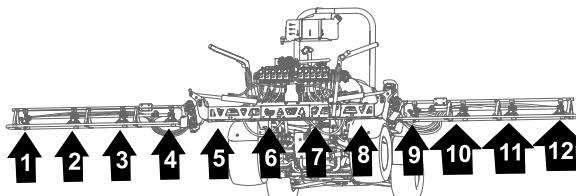

Figure 129
- Faites passer les flexibles des buses de pulvérisation 1, 2, 3 et 4 dans le collier en R sur l'extrémité extérieure gauche de la section de pulvérisation centrale (Figure 129 et Figure 130).
- Faites passer les flexibles des buses de pulvérisation 7, 8, 9 et 10 dans le collier en R sur l'extrémité extérieure droite de la section de pulvérisation centrale (Figure 129 et Figure 130).
de la section de pulvérisation vers les buses de pulvérisation 1 et 10, comme montré à la Figure 129 et la Figure 130.
4. Acheminez les flexibles d'alimentation de 234 cm et les anneaux cannelés (3/4") le long de la section de pulvérisation vers les buses de pulvérisation 2 et 9, comme montré à la Figure 129 et la Figure 130.
5. Acheminez les flexibles d'alimentation de 188 cm et les anneaux cannelés (3/4") le long de la section de pulvérisation vers les buses de pulvérisation 3 et 8, comme montré à la Figure 129 et la Figure 130.
6. Acheminez les flexibles d'alimentation de 188 cm et les anneaux cannelés (3/4") le long de la section de pulvérisation vers les buses de pulvérisation 4 et 7, comme montré à la Figure 129 et la Figure 130.